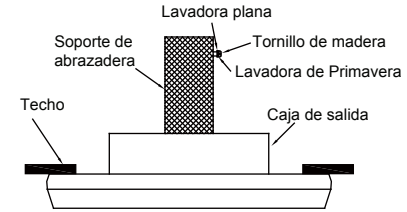

Fig. 13
**Paso 1.** Conduzca un tornillo de madera y arandelas en el lado de la abrazadera que sujeta la caja de salida. Deje 3 mm (1/8") de espacio entre la abrazadera de soporte y la arandela. (Fig. 13)